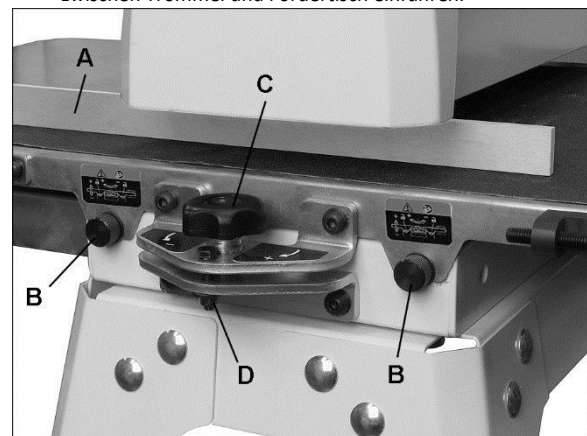

Abb. 8-3: Ausrichten der Trommel
12. Die Lehre auf der Außenseite der Trommel (A, Abb. 8-3) zwischen Trommel und Fördertisch einführen.
7. Ist ein Grat an der Trommelüberlappungsstelle sichtbar, den Tisch durch Drehen des Knaufs (C, Abb. 8-3) an der nach außen zeigenden Seite absenken.